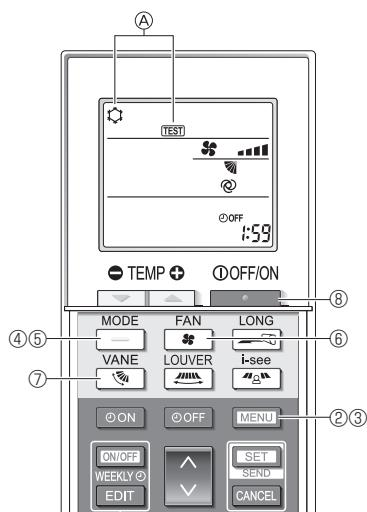

Fig. 7-8
- ① Mettez l'appareil sous tension au moins 12 heures avant l'essai de fonctionnement.
- ② Appuyez sur la touche **[MENU]** pendant 5 secondes. (Fig. 7-8)
(Fig. 7-8)